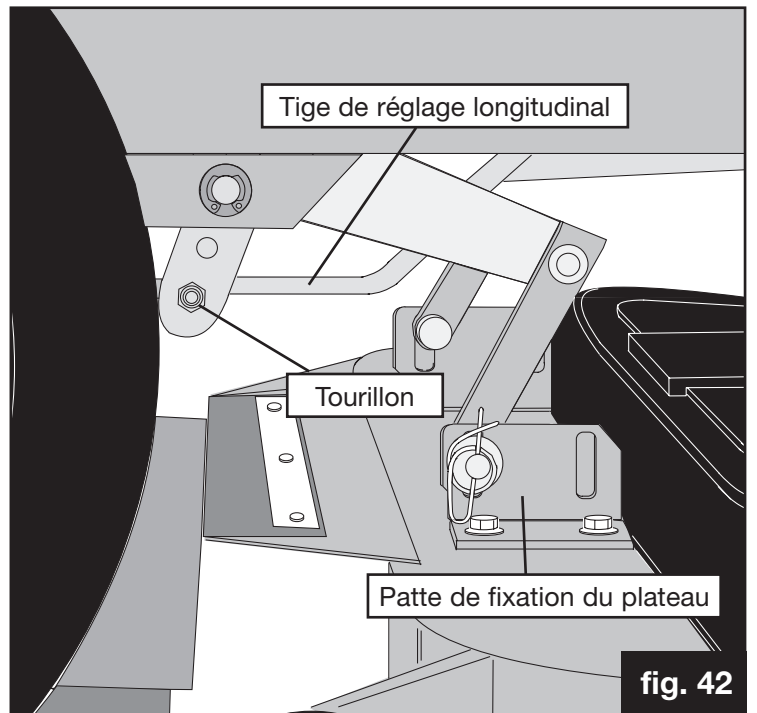

fig. 42
- ✓ Les pattes de fixation du plateau de coupe (Fig 42 Page 18) bougent-elles librement ou se bloquent-elles en position haute ? Pour s'en assurer, élevez le plateau de coupe à la position la plus haute puis soulevez-le et balancez-le tout en observant les pattes. Si elles ne bougent pas librement, nettoyez-les et graissez-les.
3. Repérez ensuite la tige de réglage longitudinal de la roue arrière droite. Vous y trouverez le tourillon (Figure 42) qui relie la tige à la patte de fixation du plateau. Le tourillon et la tige sont filetés et le réglage s'effectue en tournant le tourillon pour allonger la tige.